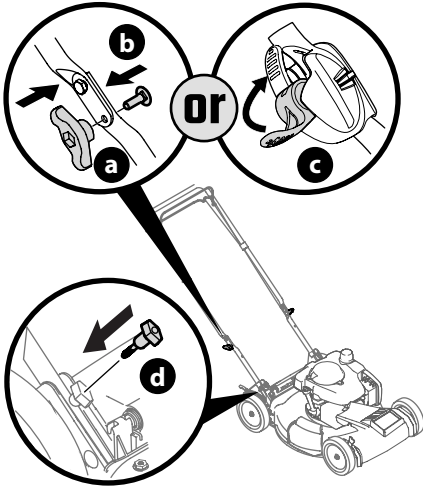

Figura 4
5. Vuelva a ajustar las perillas o las tuercas de aletas (a) y los pernos de carro (b) que se extrajeron en el PASO 2 en los orificios inferiores de la manija o trabe las palancas de liberación de la manija EZ-fold (c) (Figura 4).
6. Inserte los pernos T (d) que se extrajeron en el PASO 4 a través de los soportes de la manija y la manija inferior (Figura 4) y ajuste bien para asegurar la manija en su lugar.
5. Inserte los pernos T (d) que se extrajeron en el PASO 4 a través de los soportes de la manija y la manija inferior (Figura 4) y ajuste bien para asegurar la manija en su lugar.